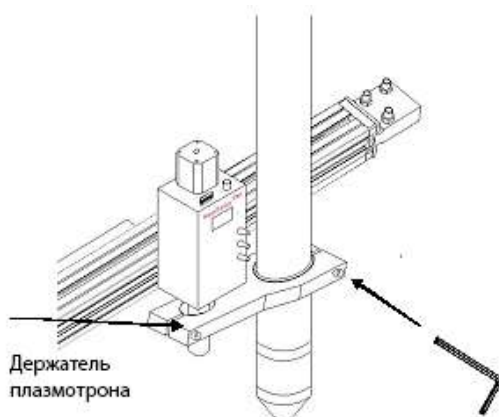

Рис. 10.4. Установка плазмоторона.
4. В зависимости от конструкции держателя плазмоторона установите и закрепите плазмоторон (См. рис. 10.4).